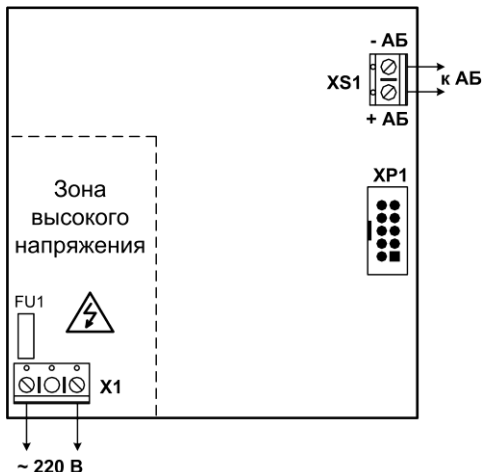

Рис.6 Внешний вид платы источника питания
- плата источника питания (рис.6);
3.3 На плате источника питания (рис.6) расположен клеммник X1 для подключения сети 220 В, клеммник XS1 для подключения аккумуляторной батареи (АБ) и разъём XP1 для подключения к плате контроллера.